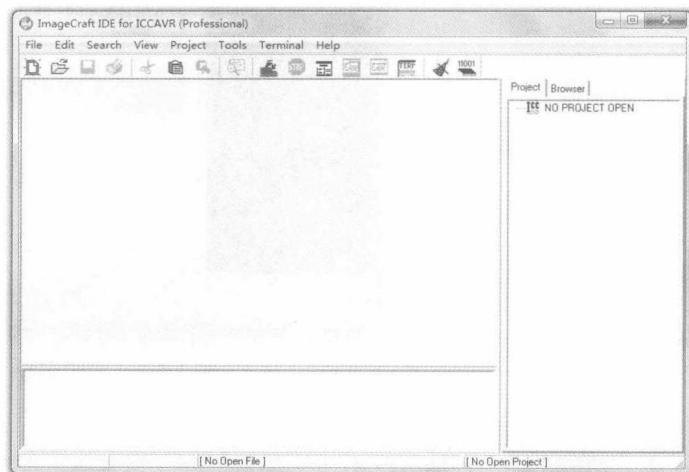

图 1-2-7 ICCAVR 主界面
(6) 单击“完成”按钮，弹出 ICCAVR 主界面窗口，如图 1-2-7 所示。
(1) 启动 ICCAVR，界面如图 1-2-7 所示，选择 Project→New 命令，弹出如图 1-2-8 所示的对话框。